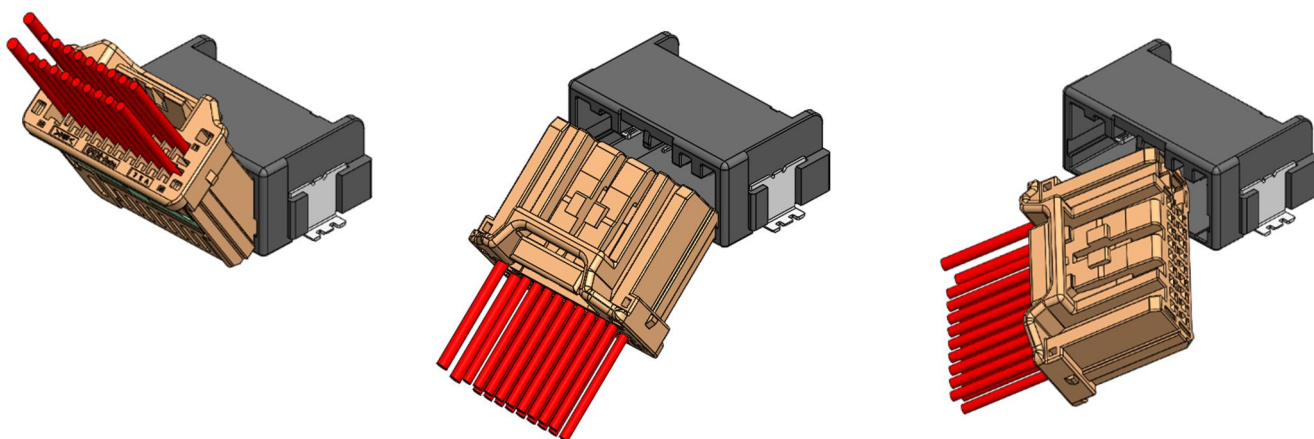

図 41.コネクタ無理嵌合姿勢
- ①リテーナ装着作業が完了しているメスコネクタを、図 41 に示す方向でカチッと音がするまでまっすぐ押し込んでください。
- ①コネクタを正規の向き以外、もしくは図 41 に示すような姿勢で無理に押し込まないで下さい。